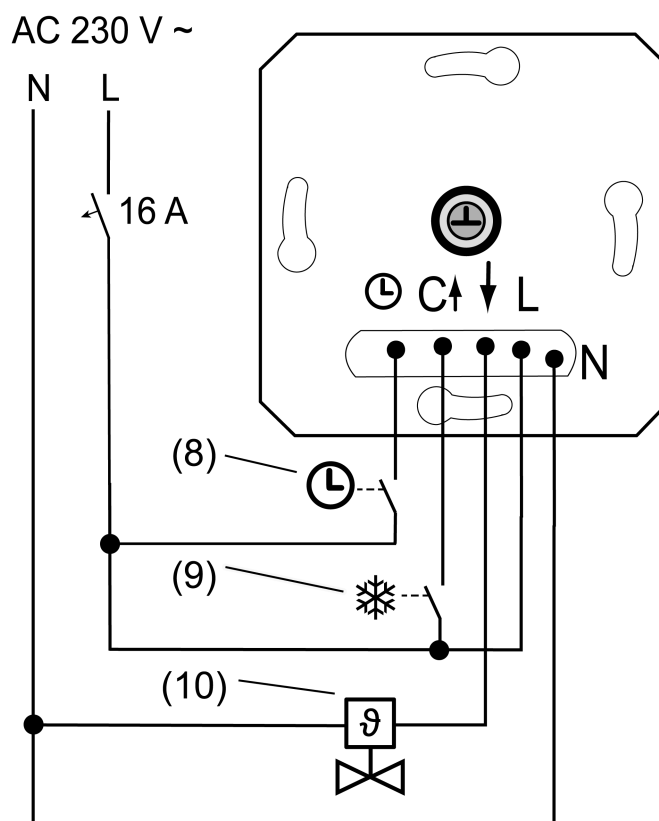
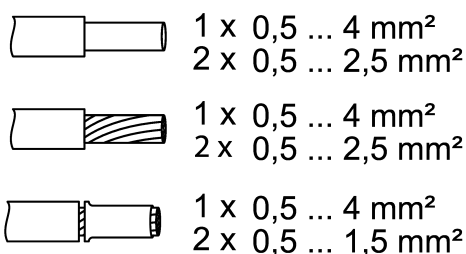

Bild 2: Anschlussbeispiel des Einsatzes
Bild 3: Klemmbarer Leiterquerschnitt
- Elektrothermischen Stellantrieb (10) an Einsatz (1) gemäß Anschlussplan (siehe Bild 2) anschließen. Leiterquerschnitte beachten (siehe Bild 3).
- Optional den Eingang ECO-Betrieb ☰ über einen Schaltkontakt einer Zentraluhr (8) beschalten.